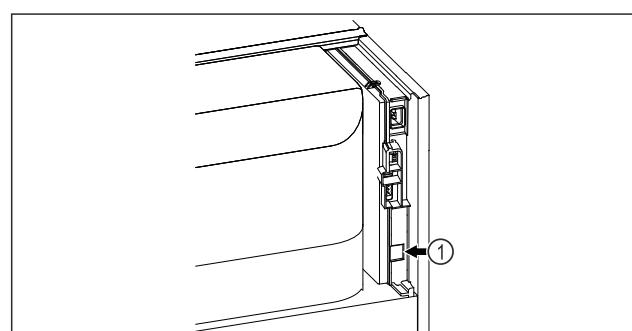

Fig. 109
- Se utiliza SmartModule Fig. 109 (1).